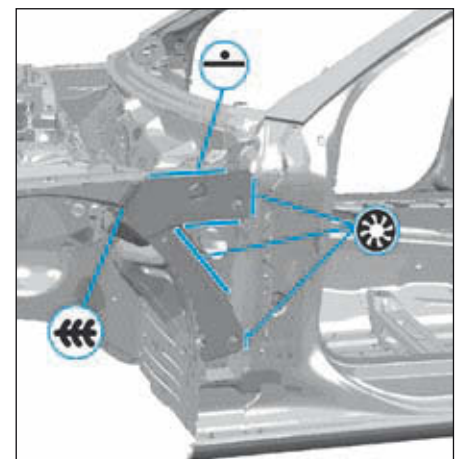

FIG.25
- Ajuster et souder comme illustré (Fig.25).